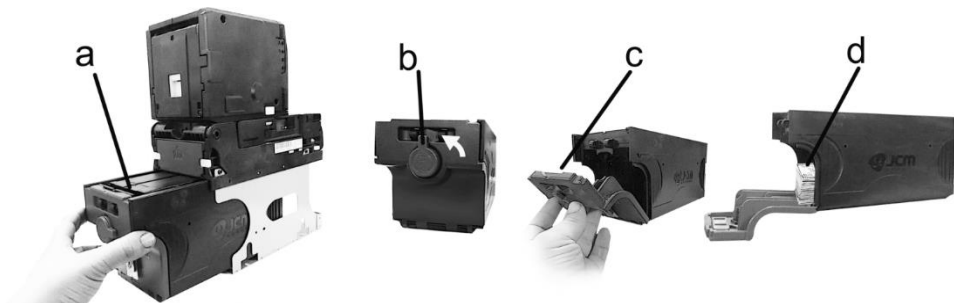

Рисунок 11 — Извлечение купюр
1. Потянуть на себя нижний стекер купюроприёмника (рисунок 11, а).
2. Повернуть фиксатор (рисунок 11, б);
3. Открыть крышку (рисунок 11, с);
4. Извлечь купюры (рисунок 11, д);